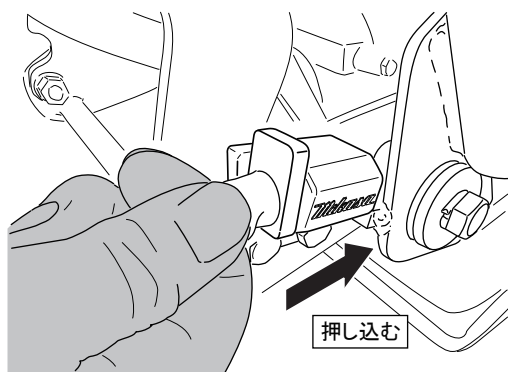

図 13
3. アイナットを前方に押し込みます。ハンドル側の爪の上部にストッパーの先端が入りますが、固い場合はハンドルを後方へ引いてみてください。(図13、14)